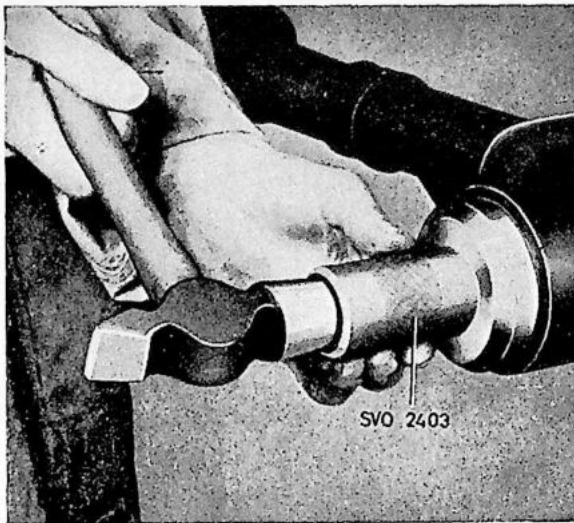

Fig. 4-92. Montage van de oliekeerring
3. Breng een nieuwe papieren pakking aan en monteer de oliekeerring met SVO 2403, zie Fig. 4-92.